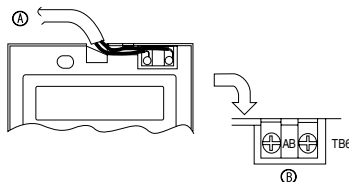

Fig. 6-4
- (C) Pared
- (D) Conducto
- (E) Tuerca de seguridad
- (F) Casquillo
- (G) Caja de interruptores
- (H) Cable del control remoto
- (I) Sellar con masilla.
- (J) Tornillo para madera
2) Procedimientos de conexión (Fig. 6-4)